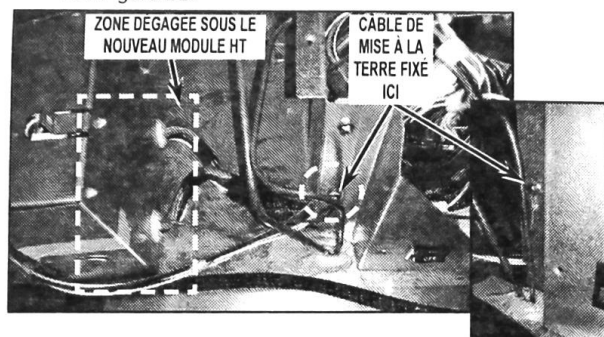

FIGURE 22
27. Fixer la platine de l'interrupteur retirée à l'étape 22 et fixer le câble de mise à la terre partant du nouveau module HT au trou de vis inférieur de la platine de l'interrupteur. Voir Figure 22.
28. Fixer 3 morceaux de ruban adhésif à double face sur le fond du nouveau module HT et le coller sur une zone dégagée à l'emplacement approximatif indiqué sur la Figure 22.